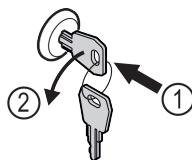

Fig. 162
- Вдавити ключ. Fig. 162 (1)
- Повернути ключ на 90° проти годинникової стрілки. Fig. 162 (2)